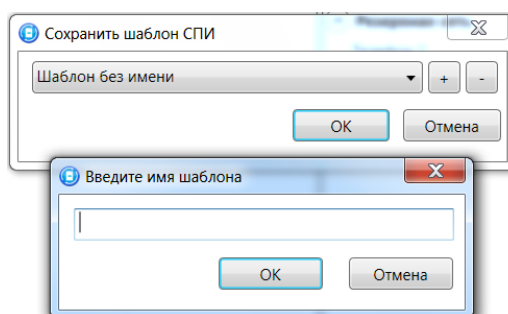

Рис. 9.3. Сохранение шаблона
**Сохранить шаблон настроек:** открытие окна *Сохранить шаблон СПИ* (рис. 9.3), с помощью которого можно сохранить конфигурацию СПИ контроллера в качестве шаблона.